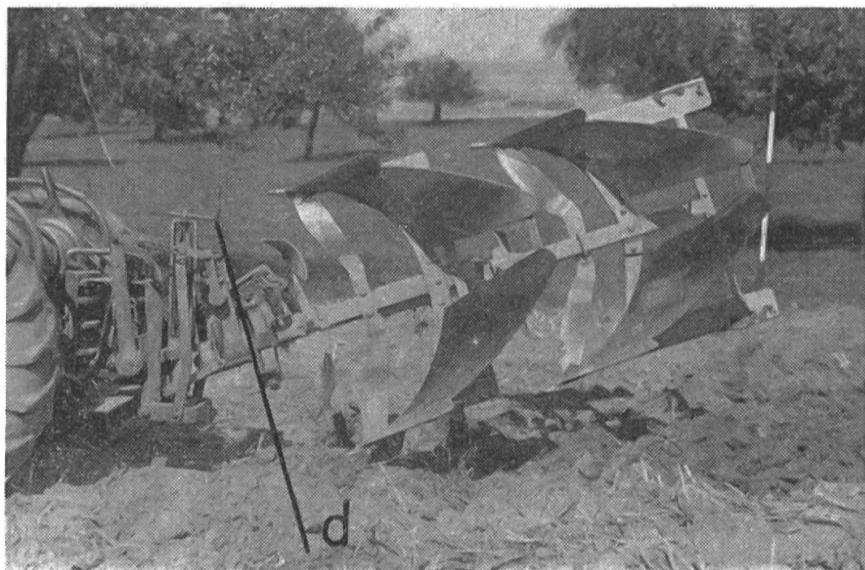

Fig. 13: Charrue double de Vogel et manivelle de terrage (d), permettant de régler en tout temps la profondeur du labour.
M. Amsler, propriétaire de tracteurs à Schinznach montra alors une Brabant double «Vogel» au travail. Il est enchanté de la capacité de cette charrue et du bon travail qu'elle fournit. Il indique qu'il laboure avec elle 25 ares par heures en brûlant un tiers de carburant de moins qu'avec une charrue simple. Cette charrue dispose d'une manivelle à main qui permet de régler en tout temps la profondeur du labour (fig. 13).